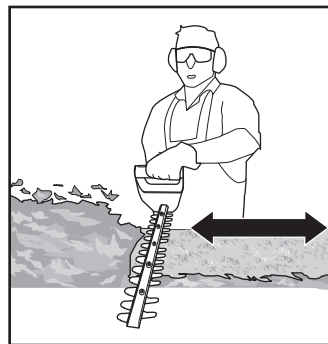

Fig. 8
8. Couper en plusieurs étapes pour obtenir de meilleurs résultats plutôt que d'essayer de couper en une seule fois si la zone à couper est particulièrement longue (Fig. 8). Les plus petits débris de coupe sont facilement compostables.